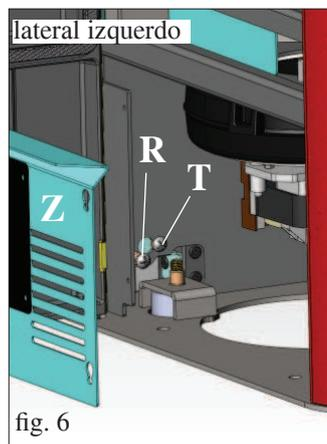

fig. 6
Verificar la alineación vertical de los laterales de cerámica (C) y efectuar las regulaciones a través de los tornillos situados sobre la parte superior (V - fig. 5) y en el interior de la estufa a través de los tornillos (R - fig. 6/7)
**NOTA:** antes de realizar la operación, retirar el panel galvanizado (Z - fig. 6/7) de ambos lados y aflojar los tornillos de bloqueo (T - fig. 6/7).